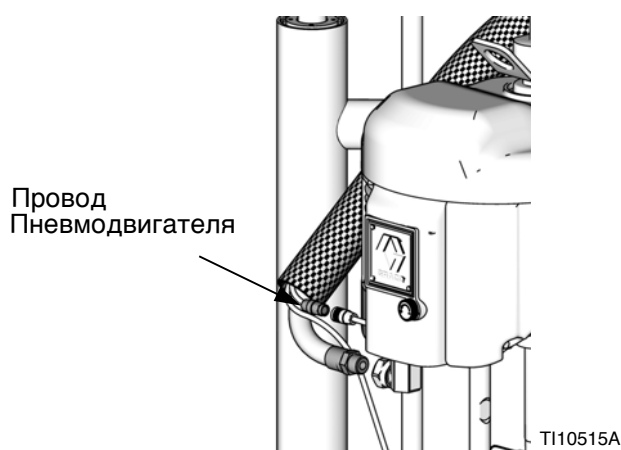
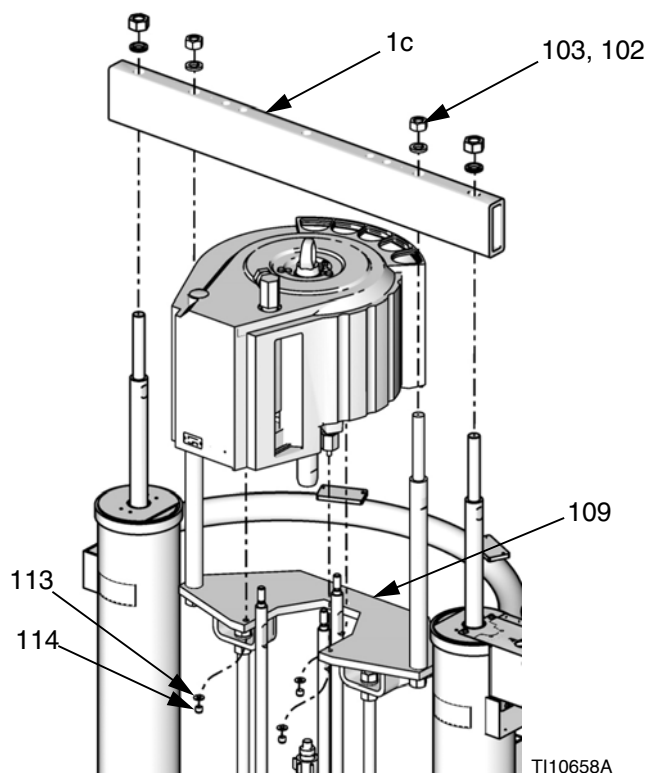
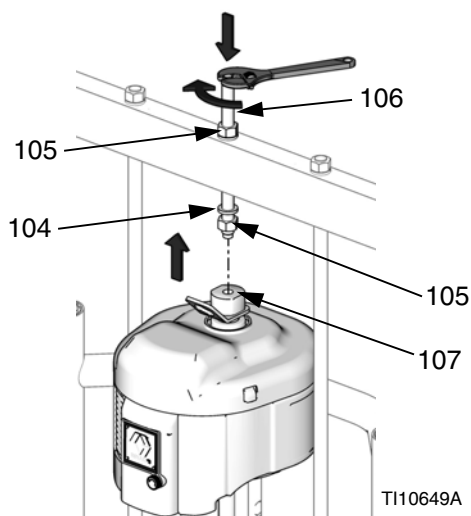

Рис. 23
Рис. 28
Рис. 29
- b. Установите резьбовой стержень (106) через центральное отверстие в поперечине. Установите стопорные шайбы (104) и гайки (105) на резьбовой стержень (106), внизу и наверху поперечины. С помощью гаечного ключа удерживайте адаптер подъемного кольца (107) и затяните резьбовой стержень (106) на адаптере подъемного кольца (107) с помощью другого ключа. См. Рис. 29.
- c. Затяните гайку (105) под поперечиной до момента не более 25 футо-фунтов (34 Н м).
- d. Затяните гайки (105) над поперечиной для фиксации двигателя.
- e. Подсоедините воздушный шланг к двигателю. При использовании дистанционного блока DataTrak, подсоедините электрические провода к пневмодвигателю. См. Рис. 23, стр. 21.
- b. Подсоедините воздушный шланг к двигателю. При использовании дистанционного блока DataTrak, подсоедините электрические провода к пневмодвигателю. См. Рис. 23, стр. 21.
1. С помощью соответствующего подъемного устройства, опустите пневмодвигатель на монтажную пластину (109). См. Рис. 28.
2. Закрепите двигатель на монтажной пластине (109) с помощью гаек (114) и шайб (113).
3. Установите поперечину (1с), гайки (103) и шайбы (102).
5. Подсоедините воздушный шланг к двигателю. При использовании дистанционного блока DataTrak, подсоедините электрические провода к пневмодвигателю. См. Рис. 23, стр. 21.